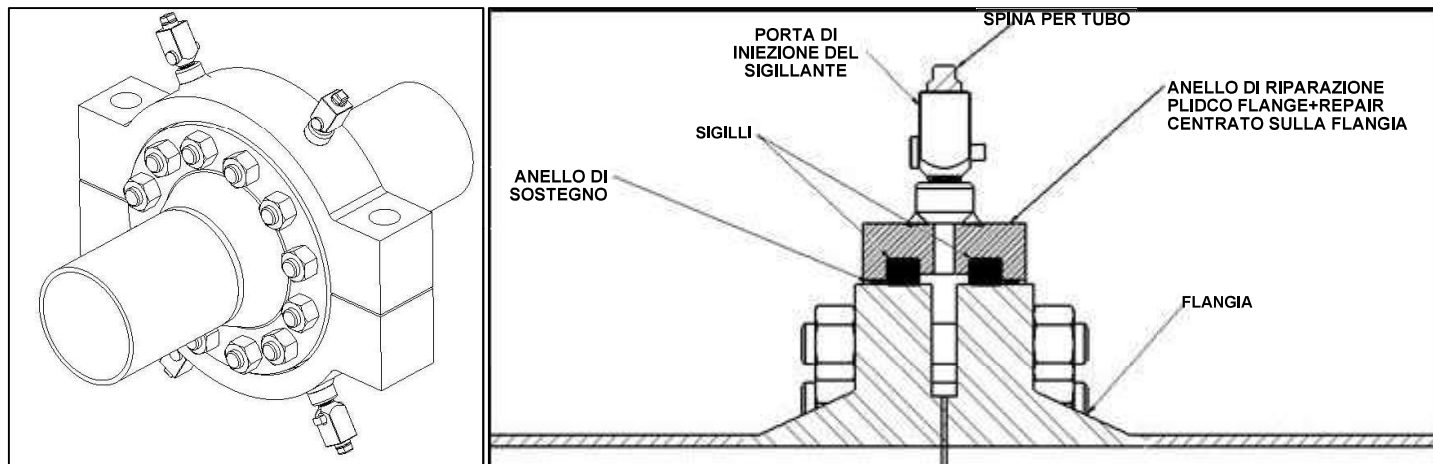

Figura 4
8. Assemblare la PLIDCO Flange+Repair Ring attorno alle flange, assicurandosi che l'anello sia centrato sulla giuntura tra le flange e che le estremità dipinte di giallo siano allineate. Si raccomanda di orientare il corpo PLIDCO Flange+Repair Ring direttamente sull'area dell'insieme della flangia che presenta la maggiore perdita. Evitare che il fluido che fuoriesce spruzzi direttamente sulle guarnizioni longitudinali. Una porta di iniezione del sigillante dovrebbe trovarsi il più vicino possibile alla parte superiore, mentre un'altra il più vicino possibile alla perdita, ma non direttamente sopra di essa. Questo aiuterà a indicare quando l'annulus della PLIDCO Flange + Repair Ring è pieno o quando il sigillante ha raggiunto la sommità del raccordo. La figura 4 illustra come la PLIDCO Flange+ Repair Ring debba adattarsi intorno alle flange, fornendo inoltre i nomi e le posizioni delle diverse parti che compongono il raccordo.